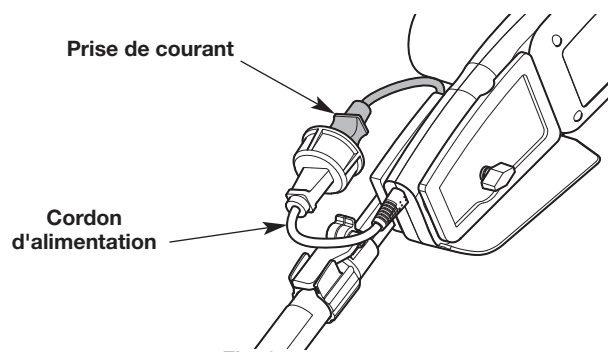

Fig. 3
7. Brancher le cordon d'alimentation de la tronçonneuse à la prise d'alimentation sur la perche (Fig. 3).
2. Débrancher le cordon d'alimentation de la tronçonneuse de la prise d'alimentation de la perche (Fig. 3).